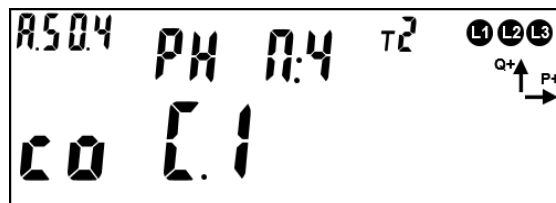

Рисунок 154 – РУН в состоянии «замкнуто»
- Вариант 1: (см. рисунок 154)
6.8.9.5 На ЖКИ отображено (см. рисунок 154):